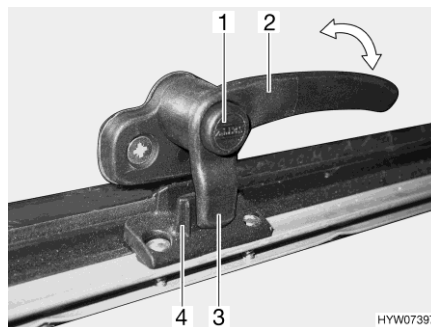
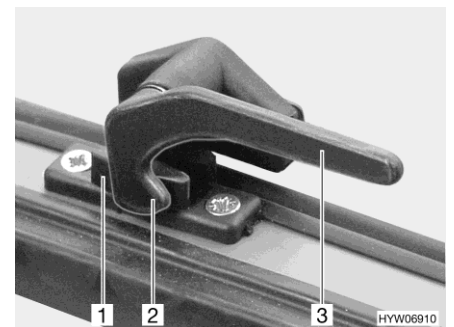

Bild 112 Låsarm med låsknapp i läget "stängd"
Bild 113 Låsarm i läget "stängd"
- Tryck på låsknappen (Bild 112,1) om sådan finns och håll den nedtryckt.
- Sväng låsarmen (Bild 112,2 eller Bild 113,3) ett kvarts varv mot fönstrets mitt.
- Sväng låsarmen (Bild 112,2 eller Bild 113,3) ett kvarts varv mot fönsterkarmen. Låsspaken (Bild 112,3 eller Bild 113,2) på låsarmen sitter helt på fönsterlåsets insida (Bild 112,4 eller Bild 113,1).
- I läget "helt stängt" (Bild 112 och Bild 113)